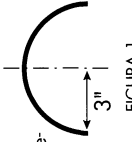

FIGURA 1
2. No pliegue la manguera en un radio de menos de 7,6 cm (3 pulgadas). Mantenga la manguera tan corta como sea posible y córtela siempre 2,5 cm (una pulgada) más larga de la medida exacta (vea la figura 1).